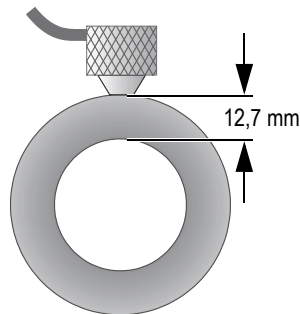

Figure 5-11 Installation d'une sonde à émission-réception séparées
2. Placez l'extrémité de la sonde sur la surface du matériau, appliquez une pression de modérée à ferme et maintenez-la aussi à plat que possible sur la surface (voir la Figure 5-11 à la page 78).